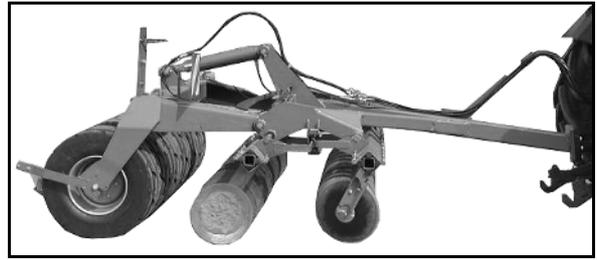

Fig. 28
- Bajar completamente ambas filas de discos (Fig. 28).